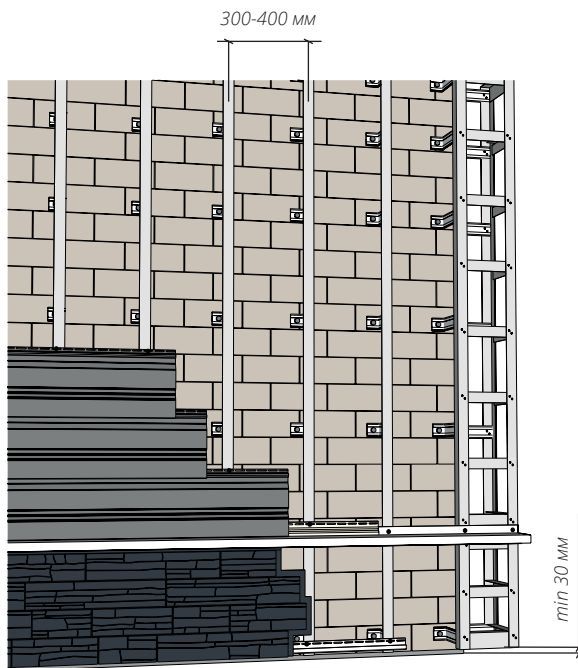

Рисунок 12. Обрешетка НФС Grand Line
- 9.3** Для монтажа сайдинга горизонтально обрешетка монтируется вертикально. Шаг обрешетки по осям должен быть не более 300 – 400 мм (рис. 12, 13).
- 9.4** Расстояние от грунта, отмостки и т.д. до нижнего края обрешетки должно быть не менее 30 мм, это обеспечит доступ воздуха в подфасадное пространство и обезопасит обрешетку и смонтированный фасадный материал от последствий при пучениях грунта в зимний период (рис. 12, 13).